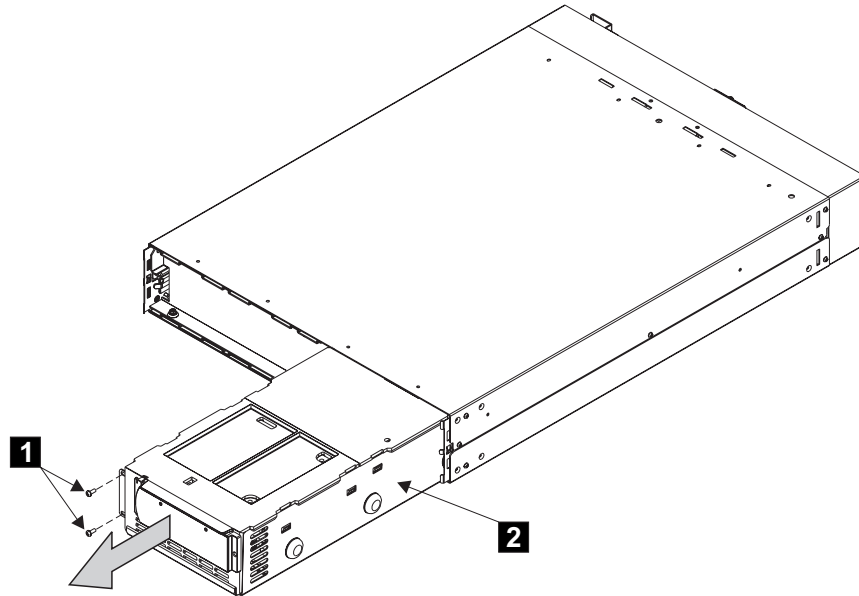

図 32. 2145 UPSの電子部品アセンブリーの取り出し
3. 2 つのねじ **1** を取り外します (図 32 を参照)。